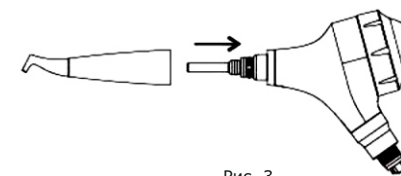

Рис. 3
2. Подключение наконечника к корпусу (рис. 3)